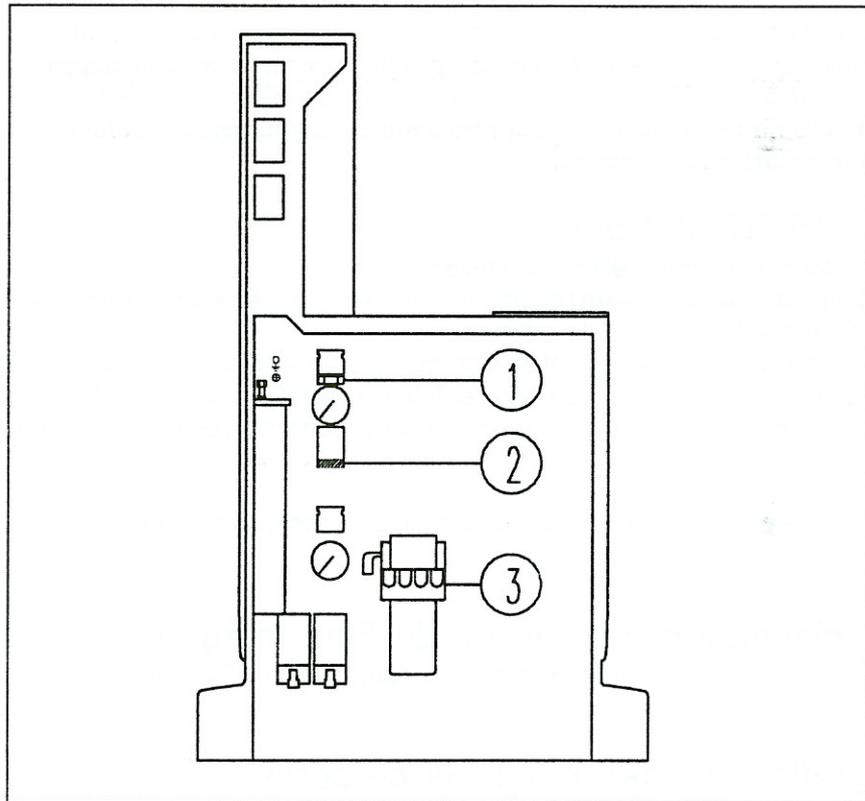

Figure 4. Unit vu côté fluides.
- 2) Oter les tuyaux arrivant et partant du manodétendeur et dévisser l'écrou situé au dessus en (1), voir Figure 4.